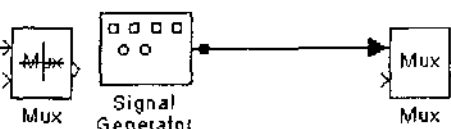

图 6-14
(4) 释放鼠标按钮,这时两个模块就连接好了(图 6-14)。